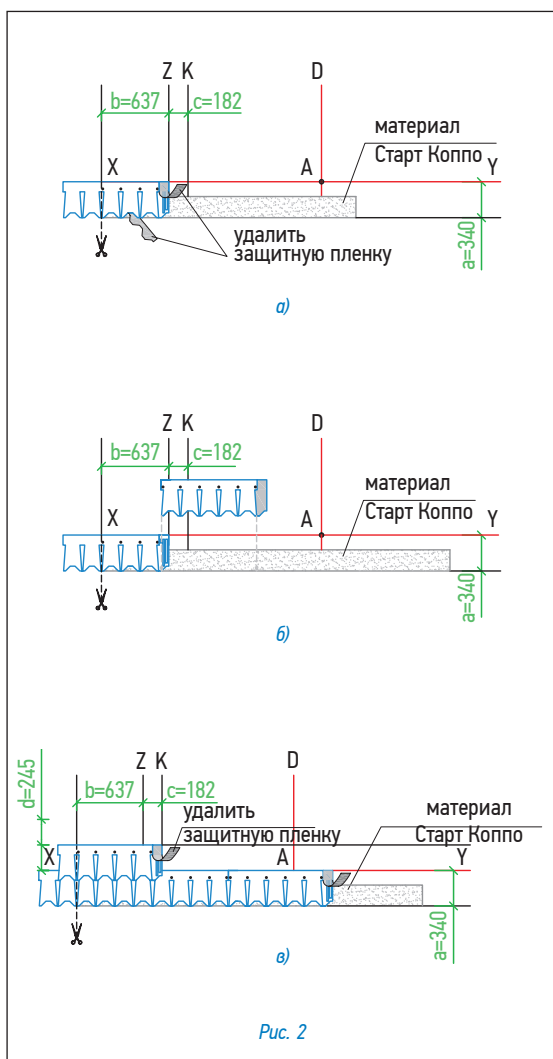

Рис. 2
### Укладка материала (рис. 2)
- По линии карниза укладывается специальный самоклеящийся рулонный материал «Старт Коппо», формирующий начальный ряд; при этом предварительно с его изнаночной стороны снимается защитная пленка (рис. 2а);
- укладка черепицы начинается от линии Z, при этом ее верхний край выравнивается по линии XY (рис. 2а, 2б);
- следующий ряд укладывается от линии K (со смещением 18,2 см от линии Z) (рис. 2в);
**4.** Защитную пленку с поверхности самоклеящегося слоя рекомендуется удалять непосредственно перед креплением листа (рис. 2а).